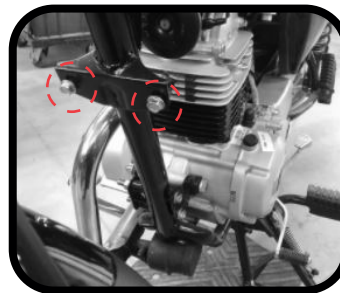

Imagen 1
1. Instale el slider en las perforaciones indicadas en la **Imagen 1 y 2**